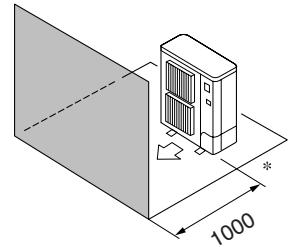

Fig. 2-5
④ Hindernisse nur auf der Vorderseite (Fig. 2-5)